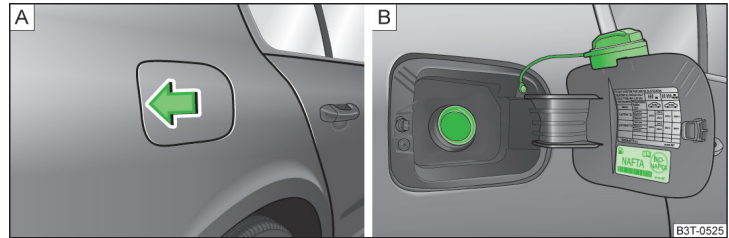

Abb. 159 Tankklappe öffnen / Tankverschluss
Auf der Innenseite der Tankklappe sind die für Ihr Fahrzeug vorgeschriebenen Kraftstoffsorten angegeben » Abb. 159 auf Seite 187 - [\[B\]](#).
- Auf die Tankklappe in Pfeilrichtung drücken » Abb. 159 - [\[A\]](#).
- Den Tankverschluss entgegen dem Uhrzeigersinn herausdrehen und von oben auf die Tankklappe stecken » Abb. 159 - [\[B\]](#).